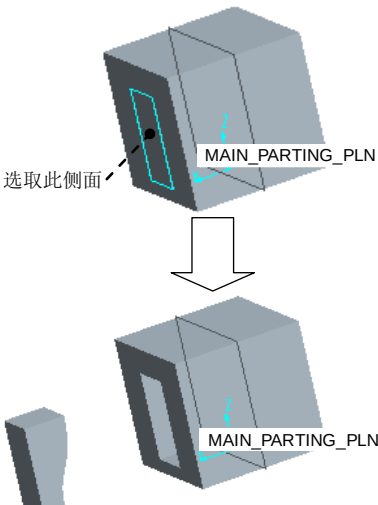

图 10.2.12 偏移约束
如图 10.2.12 所示，可以约束 body_vol.prt 的侧面与基准平面 MAIN_PARTING_PLN 对齐，然后进行偏移。
- ① 选择“拖动”对话框的 **约束** 选项卡，单击“对齐两个图元”按钮 ，然后选取图 10.2.12 所示的 body_vol.prt 的侧面和基准平面 MAIN_PARTING_PLN。